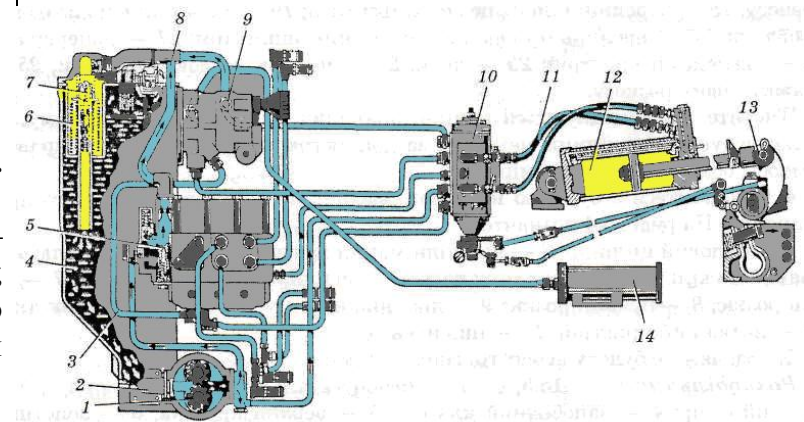

Рис. 1
1. Ознайомтесь із загальною будовою роздільно-агрегатної гідравлічної системи. Користуючись рис. 1, знайдіть на тракторі: